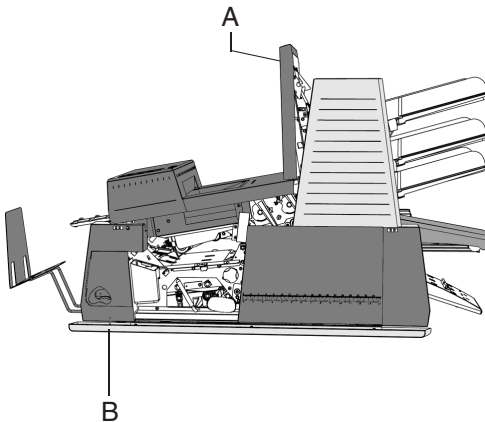
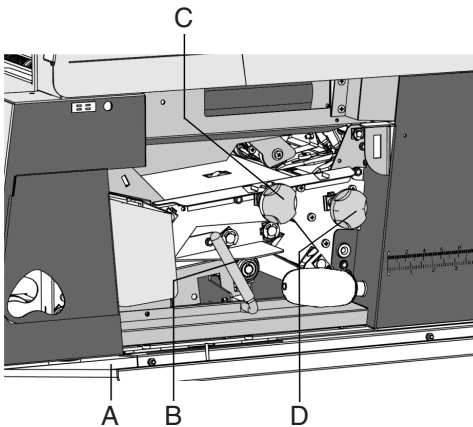

Abb. 59
Abb. 60
- Seitenverkleidung B (Abb. 59) öffnen.
- Handgriff A (Abb. 59) nach oben ziehen und die obere Abdeckung anheben und hochklappen.
- Seitenverkleidung A (Abb. 60) öffnen.
- Entstörhebel B (Abb. 60) herunterdrücken und nach links halten. Das Kuvert / die Kuverts aus dem unteren Kuvertgestell entfernen. Entstörhebel B loslassen.
Falls erforderlich, können Umschläge und Dokumente manuell durch Drehen des Knopfes C im Uhrzeigersinn transportiert werden (Abb. 60). Für einen manuellen Transport der Kuverts zum Kuvertiertisch oder zum unteren Kuverthalter den Knopf D im Uhrzeigersinn drehen. Handgriff A nach oben ziehen (Abb. 59) und die obere Abdeckung in die senkrechte Position ziehen.